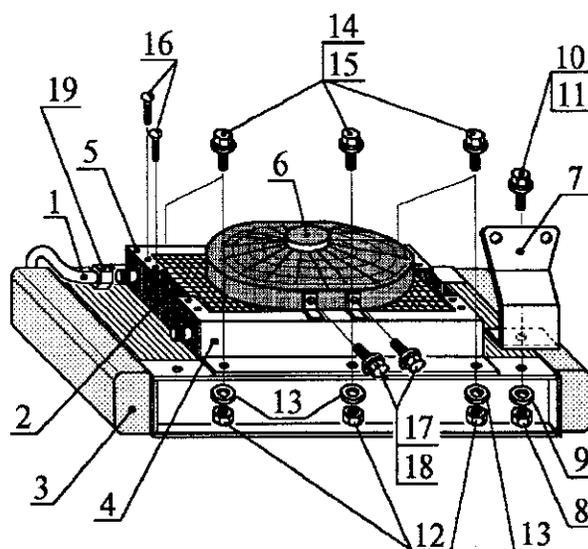

Рис. 8. Снятие агрегатов и узлов климатической установки с радиатора автомобиля ГАЗ-3102:
4.5.1. Снять отводящую трубку 1 (рис. 8) конденсатора со штуцера конденсатора 2, отвинтив гайку 19.